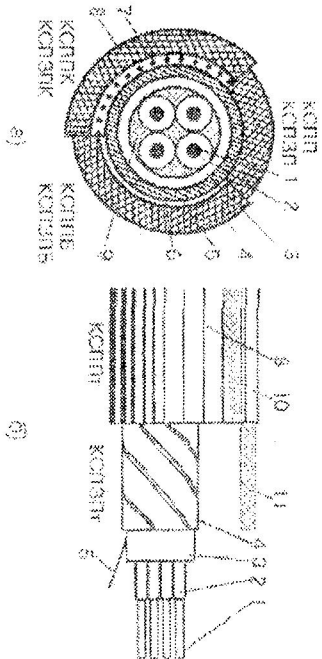

Рис. 2
3. Выполняя эскиз разреза кабелей, воспользуйтесь соответствующими рисунками в [1.1, 2.1, 2.4] При этом следует учесть, что на рисунках приведены кабели с различными защитными покрытиями. Вам необходимо выполнить эскиз кабеля заданной марки. На рисунке укажите название всех конструктивных элементов кабеля. Эскиз разреза кабеля показан на рис. 2.